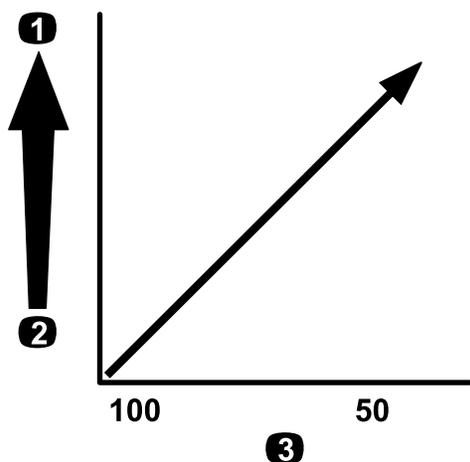

Figura 25
**Importante:** Quando pulveriza com soluções ou químicos de maior viscosidade (mais espessos) com pós solúveis, talvez precise de utilizar uma rede de filtro mais grossa para o filtro do bico opcional; consulte Figura 25.